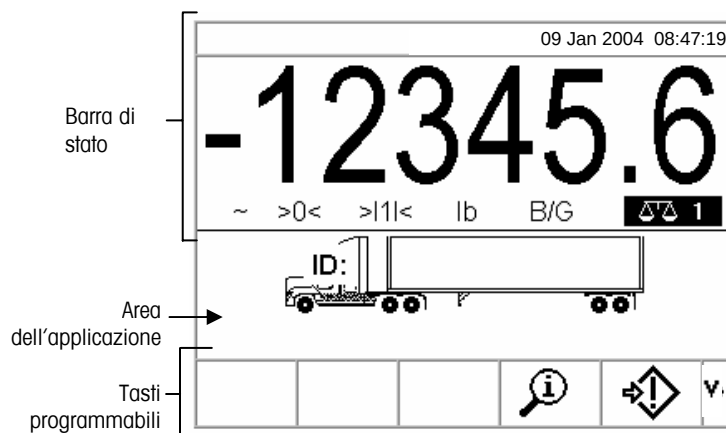

Figura 2-3: Schermata operazione di pesa predefinita
La Figura 2-3 indica l'ubicazione di ognuna di queste sezioni.
L'area dell'applicazione visualizza l'applicazione corrente. Per esempio, l'area dell'applicazione indicata nella Figura 2-3 indica che deve essere inserito un identificativo (ID) corrente di veicolo.